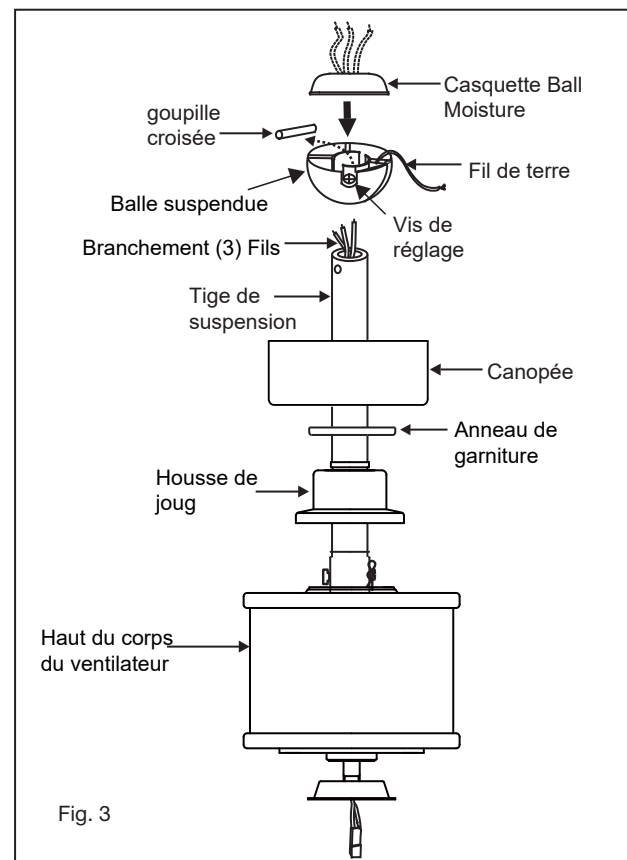

Fig. 3
- 6 Glissez le couvercle de l'étrier, l'anneau de garniture et la verrière sur la tige de suspension. (Fig.3)
- 8 Faites passer les fils dans les trous du capuchon d'humidité de la bille en caoutchouc et faites glisser le capuchon vers le bas sur le dessus de la bille. (Fig.3)
- 1 Retirez la plaque murale existante et l'ancien interrupteur de la boîte de prise murale. (Fig. 3)